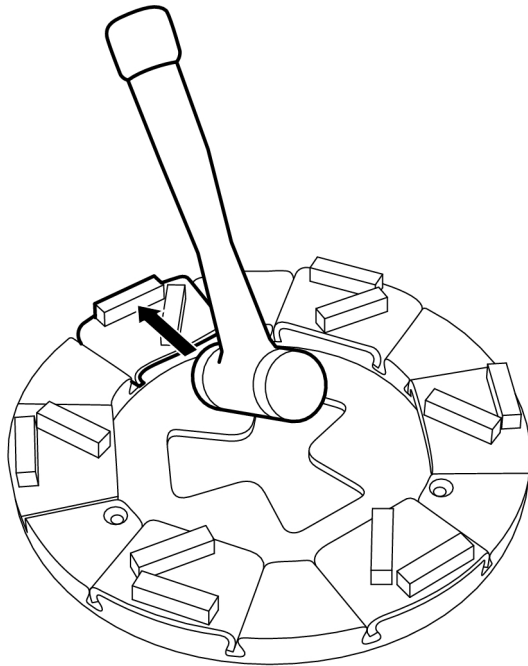

Figure 4-12. Dégager l'outil de ponçage
2. Pour caler l'outil de ponçage dans le support, frappez légèrement dessus avec un marteau, voir Figure 4-12, page 24.
3. Pour caler l'outil de ponçage dans le support, frappez légèrement dessus avec un marteau, voir Figure 4-12, page 24.